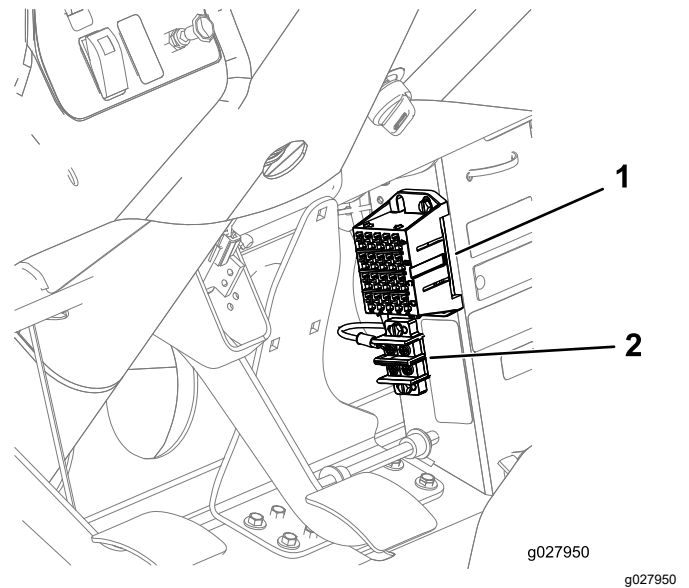

Figura 34
2. Conecte el terminal de anillo del arnés al bloque de tierra y enchufe el conector del bloque de fusibles en una conexión libre del bloque de fusibles (Figura 34).